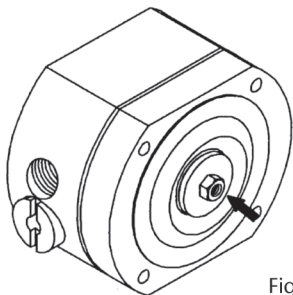

Fig 5.2
- Retire la tuerca, arandela elástica cónica y disco central (exterior) de uno de los lados del eje central (fig. 5.2).